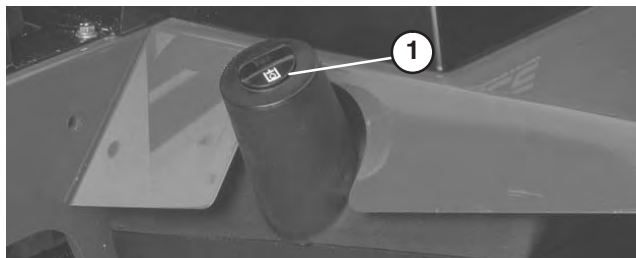

Figure 18
2. Nettoyez la surface autour du goulot de remplissage et du bouchon du réservoir hydraulique. Retirez le bouchon du goulot de remplissage (Fig. 18).